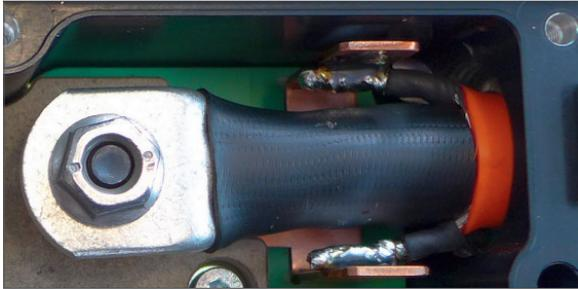

Abb. 8-24: Leitung HV+, Abschmungsstränge mit Schirmdurchführung verlötet
- ▶ Die Abschirmung wird über eine isolierte Schirmdurchführung durchgeleitet. Hierfür wird das Abschirmgeflecht der HV-Leitung geteilt und zu zwei gleich langen Strängen verdreht, die mit den Lötflächen der Schirmdurchführung verlötet werden (Abb. 8-24).